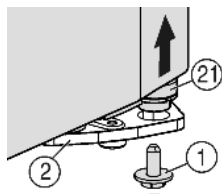
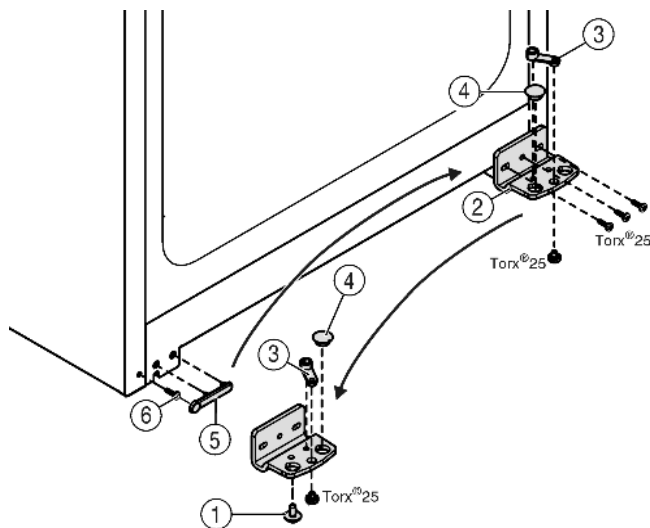

Fig. 4
Fig. 5
- ▶ Внизу справа на опорном кронштейне выкрутите фиксирующий винт Fig. 4 (1).
- ▷ Опорный палец Fig. 4 (21) можно извлечь из опорного кронштейна Fig. 5 (2).
- ▶ Если не удастся извлечь опорный палец Fig. 4 (21), нажмите на него снизу.
- ▶ Открутите опорный кронштейн Fig. 5 (2).
- ▶ Открутите опорную деталь Fig. 5 (3) и, переставив в отверстие на противоположной стороне опорного кронштейна, снова прикрутите.
- ▶ Извлеките заглушку Fig. 5 (4) из опорного кронштейна и переставьте ее в отверстие на противоположной стороне опорного кронштейна.
- ▶ Осторожно снимите крышку со стороны ручки Fig. 5 (5).
- ▶ Выкрутите болт Fig. 5 (6) и вкрутите на противоположную сторону.
- ▶ Снова установите крышку Fig. 5 (5).
- ▶ Снова прикрутите опорный кронштейн Fig. 5 (2) на новой стороне шарнира (с моментом 4 Нм). При необходимости используйте аккумуляторный шурупверт.
- ▶ Вкрутите фиксирующий винт *Fig. 4 (1)* внизу в опорный палец и затяните (с моментом **4 Нм**).